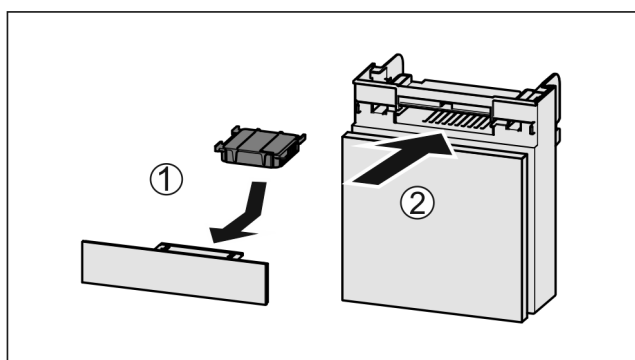

Fig. 186
- Aktivkohlefilter nach Abbildung einsetzen Fig. 186 (1).
- Fach einschieben Fig. 186 (2).